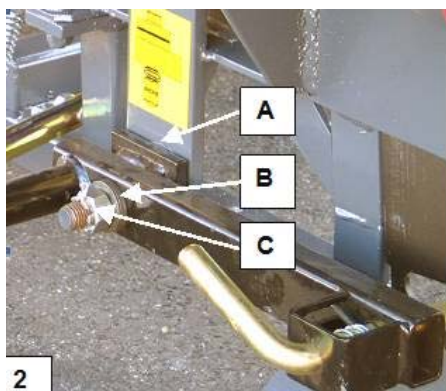

Bild 2. Montering av klyvbettets justeringsspak
2.3 Montering av klyvbettets justeringsspak, bild 2